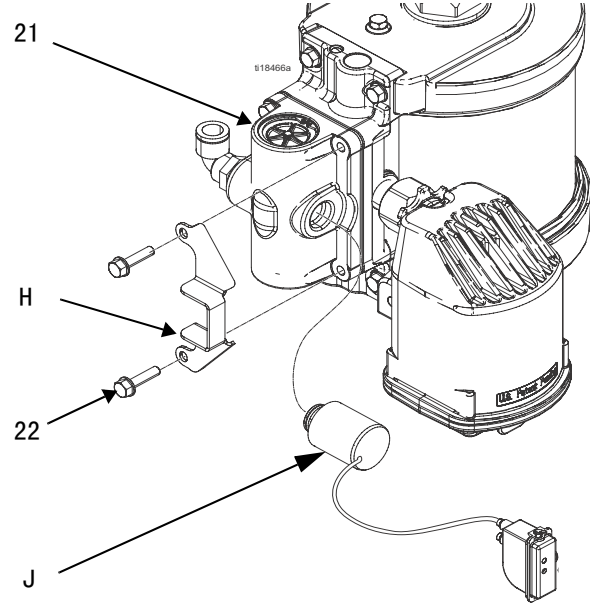

图 4：取下螺线管
- b. 对于带 DataTrak 的马达：如果要装备具有失控保护功能的螺线管，应使用 10 毫米（0.4 英寸）六角扳手取下两颗螺丝（22），然后取下螺线管支架（H）。将螺线管（J）从空气阀（21）中拉出。参见图 4（第 10 页）。